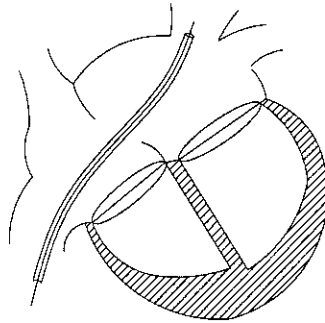

Figura 4 Ilustración de la vaina implantada en el corazón
- alambre guía de intercambio y el dilatador (vea la **Figura 4**).